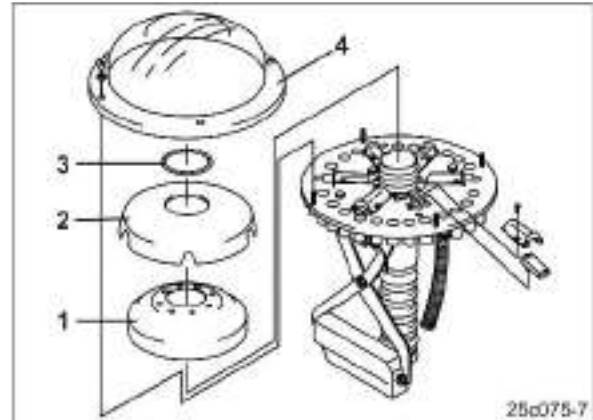

Рис. 126
10. Закрепите пенопластовую вставку (Рис. 126/1).
11. Закрепите внутреннюю крышку распределителя (Рис. 126/2)
12. Установите кольцо (Рис. 126/3)
13. Установите внешнюю крышку распределителя (Рис. 126/4)
6. Заполните бесступенчатый редуктор через заправочный патрубок (Рис. 126/2) до смотрового глазка гидравлической жидкостью.